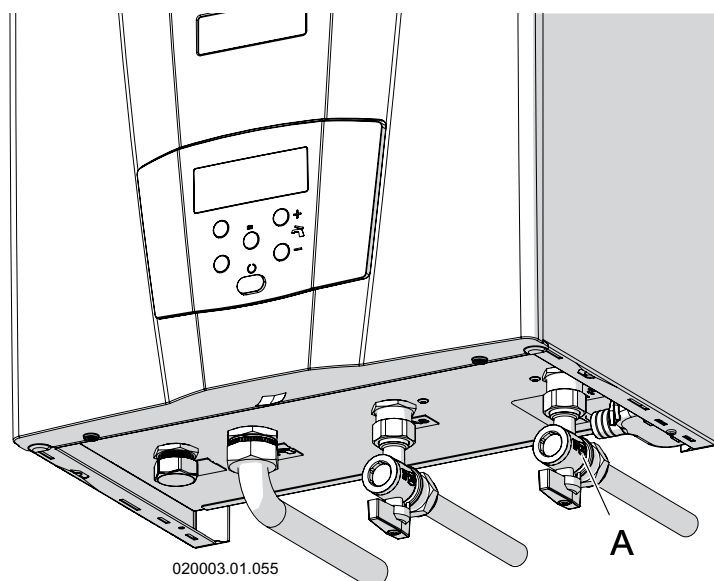

Figura 6-13 - selettore portata acqua calda sanitaria ("A")
5.-se la temperatura dell'acqua è troppo fredda occorre ridurre la portata attraverso un rubinetto posto a monte dell'apparecchio, fino al raggiungimento della temperatura desiderata (vedi Figura 6-13, particolare "A").